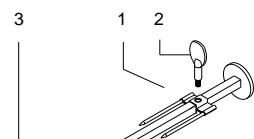

Abbildung 5
- Platzieren Sie den einfachen Spieß (1) auf das Schwert (3) bis dieses am erwähnten Schwert aufgelaufen ist und befestigen Sie es mit einer Schraube (2) (siehe Abbildung 5).
- Platzieren Sie nun anschließend das zu grillende Hähnchen auf das Schwert und befestigen Sie es am Spieß welches sie vorher platziert haben. Führen Sie nun das Hähnchen auf das Schwert im Doppelspieß (4). Wiederholen Sie diesen Vorgang bis Sie das Schwert beladen haben und platzieren Sie dann zum Schluss nochmals ein Einzelspieß und fixieren Sie es mit einer Schraube am Ende des Schwertes.